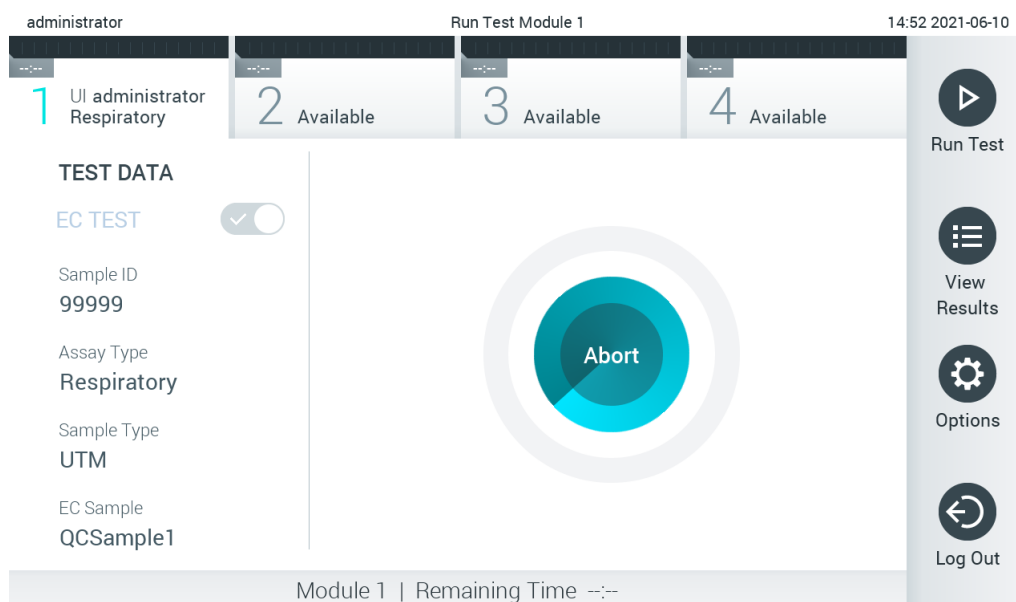

図 94.検査の実行と検査残り時間の表示。
10. QIAstat-Dx Analyzer 1.0 が QIAstat-Dx アッセイカートリッジを検出すると、カートリッジエントランスポートの蓋が自動的に閉じて検査が始まります。それ以上の操作は必要ありません。検査の実行中は、検査残り時間がタッチスクリーンに表示されます (図 94、次のページ)。